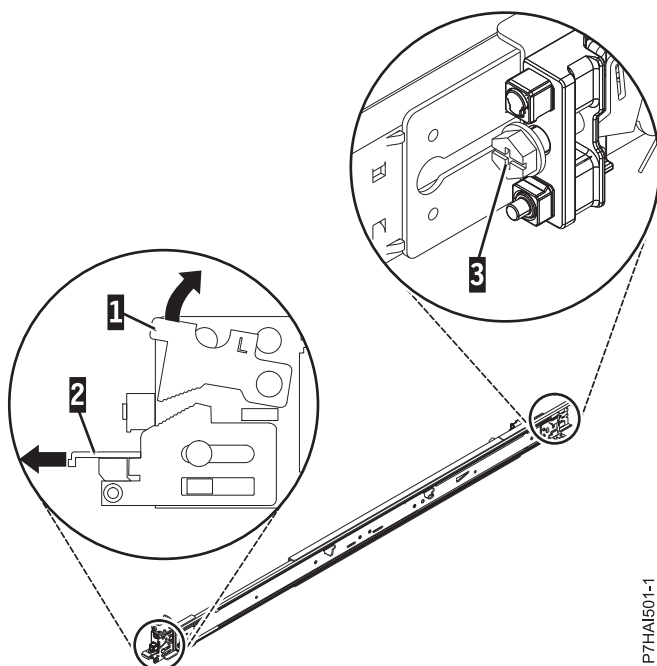

Figura 19. Apertura del pestillo frontal y extracción del tornillo posterior
2. Empuje hacia arriba la pestaña de bloqueo **(1)** en la parte frontal, y tire del pestillo frontal **(2)** de la parte frontal del riel. A continuación, extraiga el tornillo de la parte posterior del riel **(3)**. Para obtener detalles, consulte Figura 19 en la página 24.